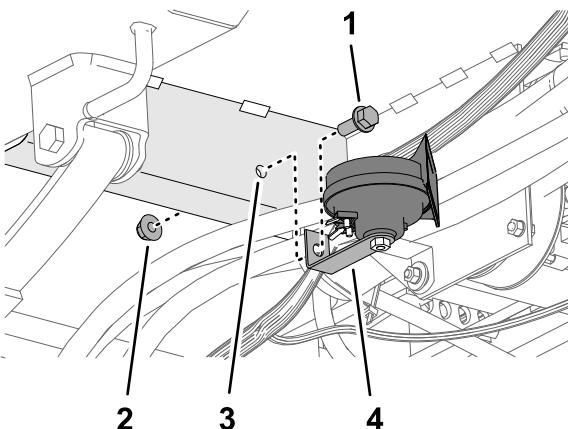

Figure 36
1. Alignez le trou dans le support de l'avertisseur sonore et le trou de 10 mm dans l'angle du panneau de plancher adjacent aux flexibles hydraulique de la direction (Figure 36).
2. Fixez l'avertisseur sonore à l'angle du panneau de plancher (Figure 36) à l'aide d'un boulon à embase (3/8" x 1") et d'un contre-écrou à embase (3/8").